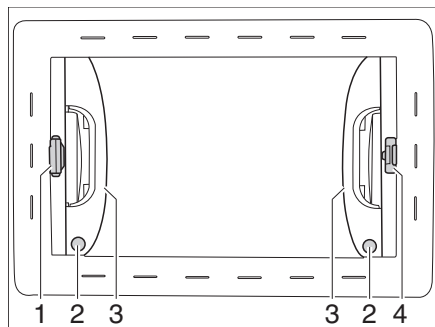

Fig. 27 Tetto multifunzione
- Afferrare ogni impugnatura (Fig. 27,3) con una mano e portare il tetto multifunzione nella posizione desiderata.
- Se il tetto multifunzione si trova aperto verso l'alto, premere gli elementi di bloccaggio (Fig. 27,2) e spingere indietro il tetto multifunzione con le maniglie.
- Comprimere i bottoni di sbloccaggio rossi sulla maniglia (Fig. 27,1) e con la maniglia tirare l'oscurante a rullo fino all'altezza desiderata.
- Comprimere i bottoni di sbloccaggio rossi sulla maniglia (Fig. 27,1). L'arresto si sblocca.
- Tirare la zanzariera a rullo per la maniglia (Fig. 27,4) verso la maniglia contrapposta della zanzariera a rullo (Fig. 27,1) e farla innestare.